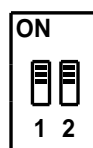

Abb. 3:
**Anmerkung:** Falls mehrere Geräte am SA-Bus betrieben werden und sich das JAB0451 am Ende des Busses befindet, sollten Sie den End-of-Line-Schalter setzen, um den Bus zu terminieren (siehe auch Abb. 3).
Falls mehrere Geräte am SA-Bus betrieben werden und sich das JAB0451 **am Ende des Busses** befindet, sollten Sie den Bus durch das Setzen des End-of-Line-(EOL-)Schalters terminieren. Dabei werden Abschlusswiderstände auf den Bus geschaltet, die Reflexionen am Leitungsende verhindern. Die ab Werk voreingestellte Position ist OFF (nicht terminiert), wie in Abb. 3 dargestellt. Falls Sie das JAB0451 Modul terminieren, dann bringen Sie **beide** EOL-Schalter in die ON-Position.
**Wichtig:** Entweder beide Schalter 1 + 2 befinden sich in der ON-Position oder keiner. Siehe Abb. 3.